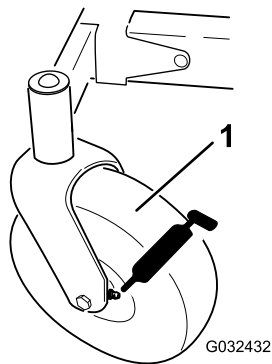

Figura 30
3. Limpie los engrasadores (Figura 30) con un trapo.
4. Conecte una pistola de engrasar a cada engrasador (Figura 30).